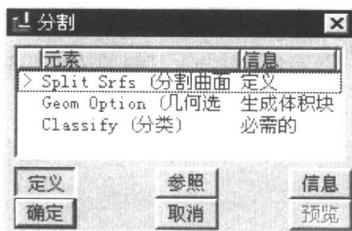

图 1.24 “分割”对话框
Step2. 在系统弹出的 SPLIT VOLUME (分割体积块) 菜单中，依次选择 Two Volumes (两个体积块)、All Wkps (所有工件) 和 Done 完成 命令，此时系统弹出如图 1.24 所示的“分割”对话框和如图 1.25 所示的“选取”对话框。
(1) 在系统 \Rightarrow 为分割工件选取分型面。的提示下，先将鼠标指针移至模型中的型芯分型面的位置右击，从快捷菜单中选取 从列表中拾取 命令。